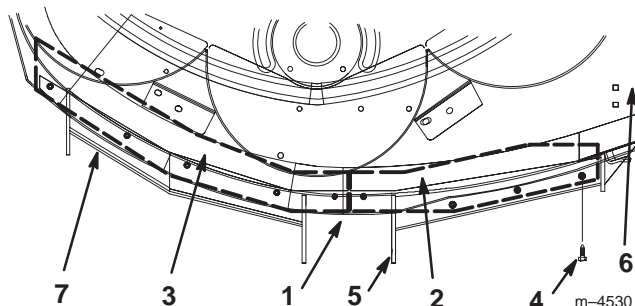

Figura 18
- Collocate i deflettori come riportato nella figura 18.